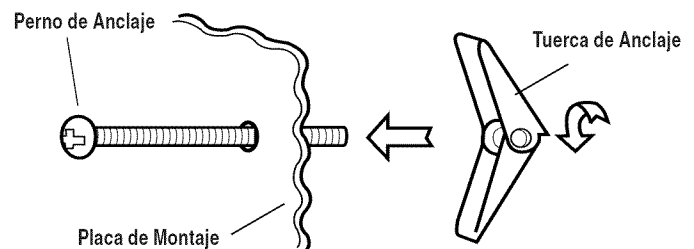

Figura 15
2. **IMPORTANTE** Utilice la plantilla de montaje que se incluye para el uso de tornillos para madera para sujetar la placa de montaje a la columna o columnas. Utilice los pernos de anclaje para sujetar la placa de montaje a través de los orificios en A, B, C y D A MENOS QUE ESTOS ORIFICIOS SE ENCUENTREN UBICADOS SOBRE LA COLUMNA. Inserte un perno de anclaje en A, B, C y D donde sea apropiado (éstos corresponden a los orificios de la plantilla de pared) y coloque las tuercas de anclaje sobre los pernos de anclaje. Vea la Figura 15. Consulte las instrucciones de la plantilla de pared.